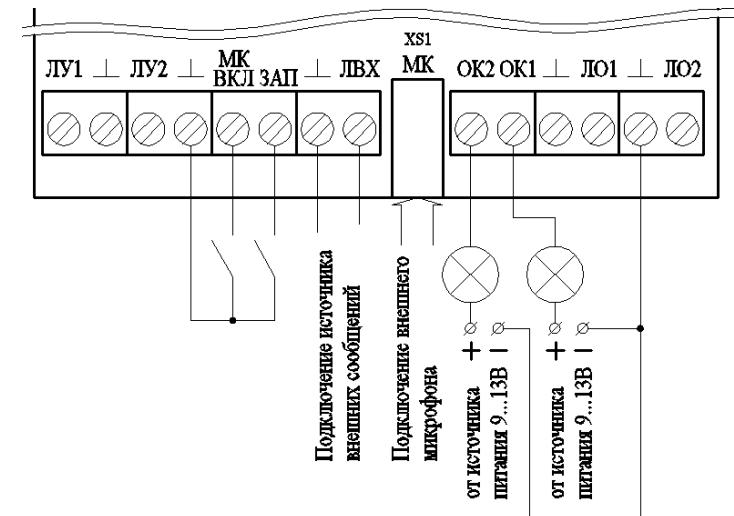

Рисунок 5. Схема подключений источника внешних сообщений, микрофона, открытых коллекторов (ОК1 и ОК2) и схема активации микрофона и источника внешних сообщений
- выход транзисторного ключа, клемма «ОК1» относительно «—», служит для подключения звукового или светового оповещателя с током потребления не более 50 mA, с целью привлечения внимания персонала при нарушении целостности линий оповещения и управления, отсутствии сетевого питания и/или АКБ, а также разряда АКБ до напряжения менее $20,4\text{V}(\pm 0,2\text{V})$ (см. рис. 5);